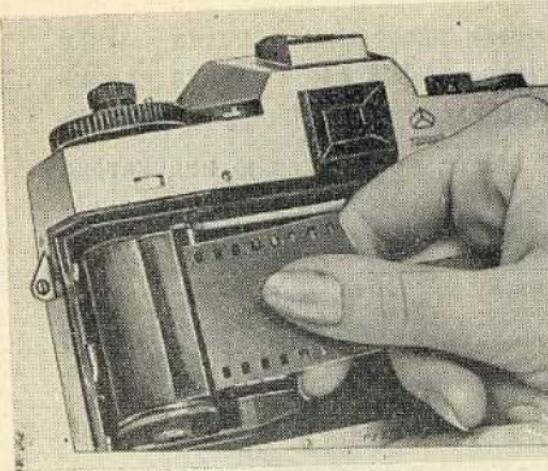

Рис. 7. Установка кассеты
3. Вставить кассету с пленкой в гнездо до упора в верхний торец (рис. 7).